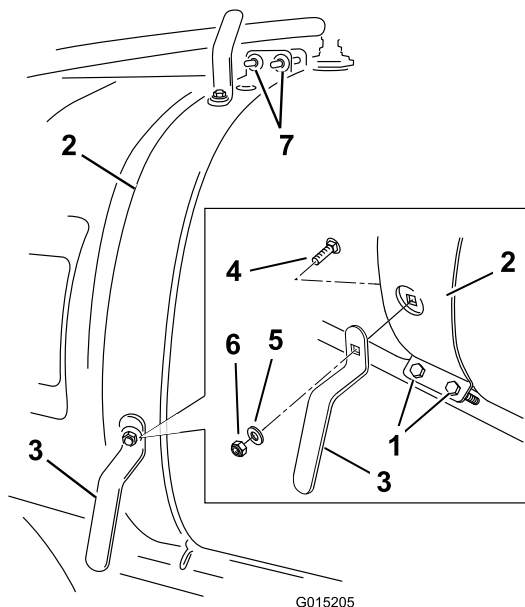

Figura 3
1. Afloje el fleje delantero del depósito en el lado derecho (Figura 3).
- Instale el gancho inferior de la manguera según se indica en Figura 3 usando un perno de cuello cuadrado (5/16 x 3/4 pulgada), una arandela (1/8 pulgada) y una contratuerca (5/16 pulgada).
- Instale el gancho superior de la manguera según se indica en Figura 3 usando un perno de cuello cuadrado (5/16 x 3/4 pulgada), una arandela (1/8 pulgada) y una contratuerca (5/16 pulgada).